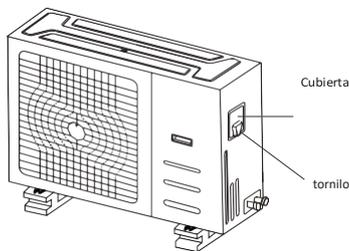

Fig. 8.1
2. Retire la cubierta eléctrica de la unidad exterior. Si no hay cobertura en la unidad exterior, quitar los tornillos de la placa de mantenimiento y retire la placa de protección. (Véase la Fig. 8.1 y 8.2).